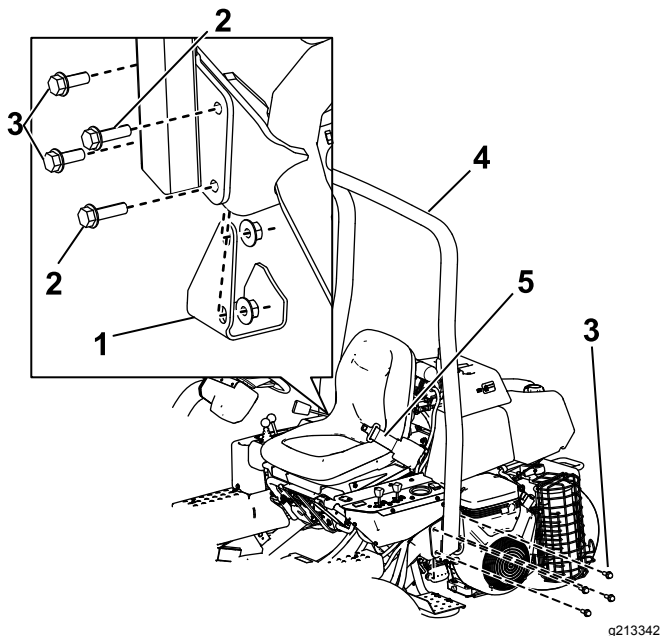

図 6
2. ROPS バー 図 6 を、取り付けブラケットにセットして取り付け穴をそろえる。
- ROPSの左側を取り付けブラケットに固定するボルト ½" x 1½" 4本とロックナットを使用する 図 6。
- ROPSバーの右側、および先ほど取り外したジャッキパッドを、取り付けブラケットに固定するボルト ½" x 1½" インチ2本、ボルト ½" x 1¾" インチ2本、ロックナットを使用し、図 6 に示すように取り付ける。